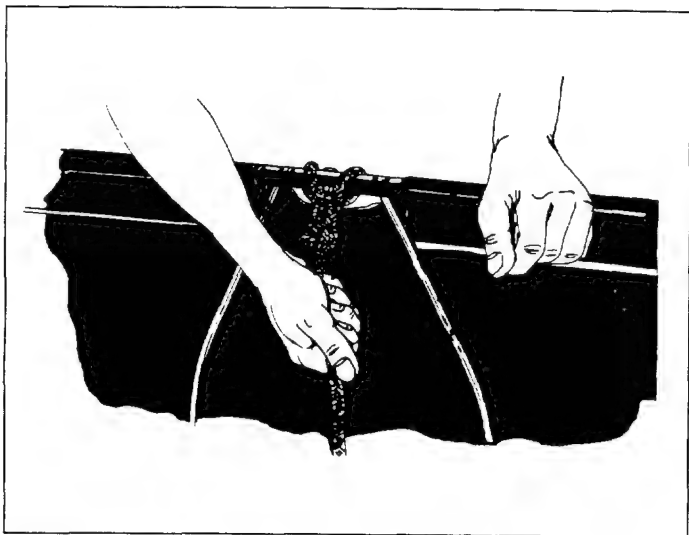

Bild 26
16. Das Seil an dem oberen, mittleren Teil des Behälterrahmens wie in Bild 26 gezeigt befestigen.